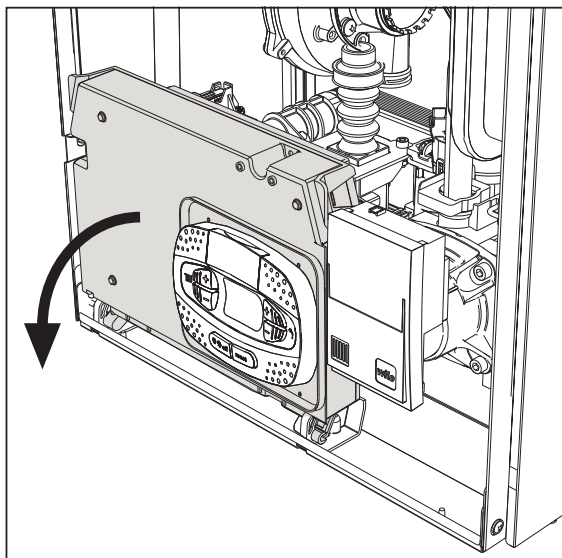
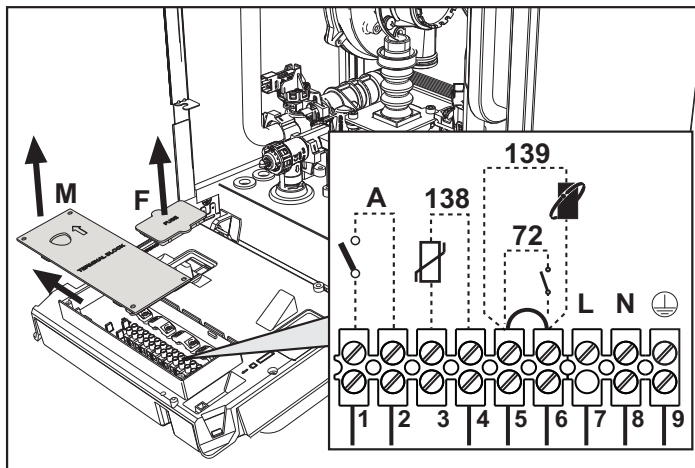

fig. 19
fig. 20
Tras quitar el panel frontal (*** 'Apertura del panel frontal' on page 84 ***), es posible acceder a la regleta de conexión (M) y al fusible (F) según las indicaciones siguientes (fig. 19 e fig. 20). **Los bornes indicados en la fig. 20 deben tener contactos secos (no 230V).** La posición de los bornes para las diferentes conexiones también se ilustra en el esquema eléctrico de la fig. 62.